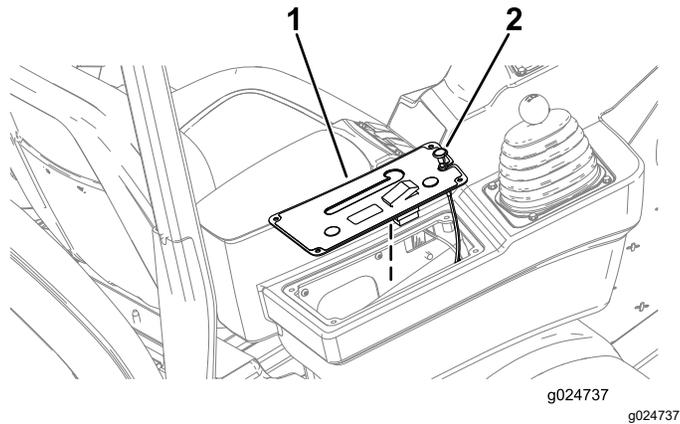

Figura 14
3. Sollevate la copertura del quadro di comando e il comando dello starter (Figura 14).